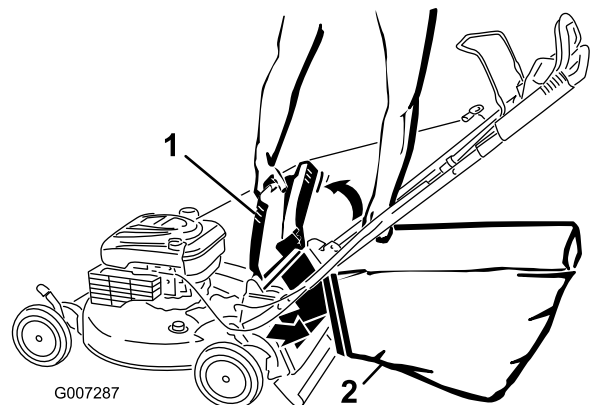

Figura 28
4. Cuelgue el extremo superior delantero de la bolsa de las muescas (Figura 28).